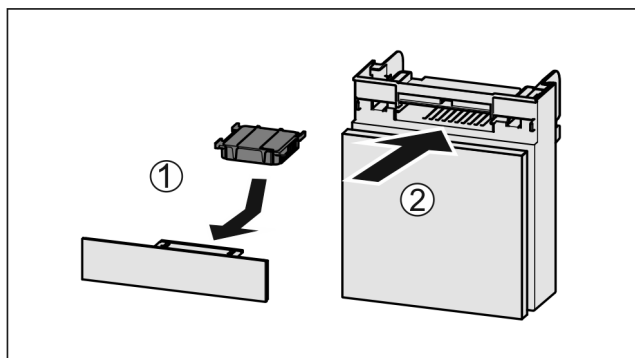

Fig. 97
- Insérer le filtre à charbon actif d'après le schéma Fig. 97 (1).
- Insérer le compartiment Fig. 97 (2).